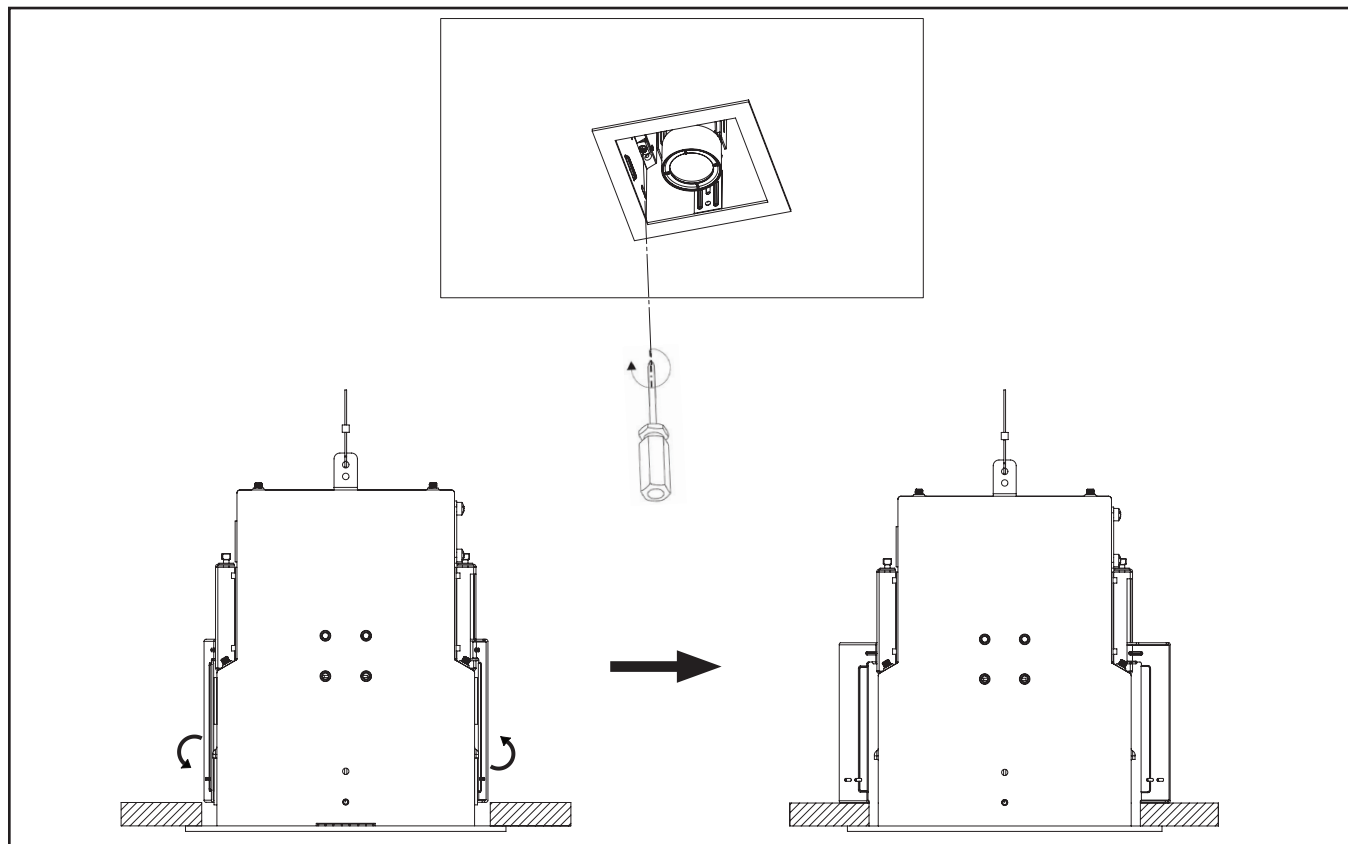

Figure 2.6.
4. Desserrez les vis de la bride de serrage rapide à l'aide d'un tournevis, dévissez jusqu'à ce que le support s'ouvre et continuez à desserrer les vis jusqu'à ce que le support s'appuie sur le plafond/la plaque de plâtre (Figure 2.6)